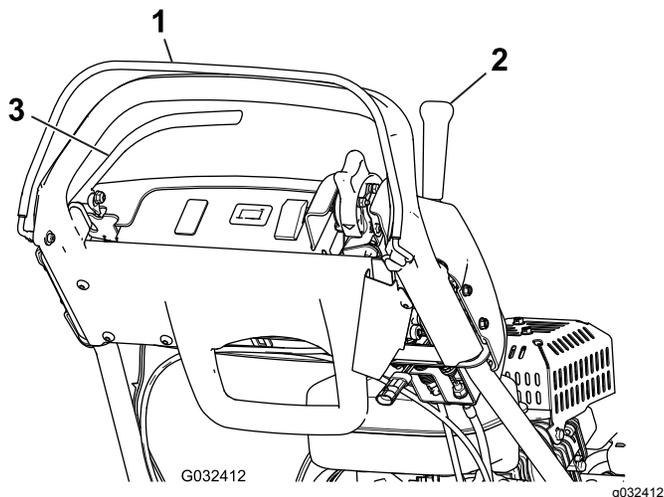

图31
3. 放开操作员到位控制装置后尝试接合牵引杆图31。牵引杆应该不能接合。如果牵引杆能够接合则需要对联锁系统进行维修。请在操作之前解决该问题请参阅 维护牵引联锁开关 \(页码 26\)。
4. 压下操作员到位控制装置并接合牵引杆然后松开操作员到位控制装置图31。牵引杆应脱离。如果牵引杆不能分离则需要对联锁系统进行维修。请在操作之前解决该问题请参阅 维护牵引联锁开关 \(页码 26\)。
5. 压下操作员到位控制装置并将换挡控制杆移至左侧接合牵引和滚刀驱动装置然后松开操作员到位控制装置图31。牵引杆应脱离。如果牵引杆不能分离则需要对联锁系统进行维修。请在操作之前解决该问题。请参阅 维护牵引联锁开关 \(页码 26\) 或 调整滚刀控制装置 \(页码 29\)。
6. 压下操作员到位控制装置并将换挡控制杆移至左侧接合牵引和滚刀驱动装置将换挡控制杆移至右侧分离滚刀驱动装置图31。滚刀驱动装置应分离。如果滚刀驱动不能分离则需要对联锁系统进行维修。请在操作之前解决该问题。请参阅 调整滚刀控制装置 \(页码 29\)。
2. 压下操作员到位控制装置接合牵引杆并使发动机控制装置处于启动位置图31。尝试启动发动机。发动机不应启动。如果发动机启动则需要对联锁开关进行维修。请在操作之前解决该问题。请参阅 维护牵引联锁开关 \(页码 26\)。
2. 分离牵引杆接合刹车并使发动机控制装置处于启动位置图31尝试启动发动机。发动机应启动。如果发动机没有启动则需要对联锁开关进行维修。请在操作机器之前纠正该问题请参阅 维修刹车联锁开关 \(页码 27\)。
3. 发动机运行时接合脚踏刹车而非手刹压下操作员到位控制装置并接合牵引杆图31。发动机应慢慢减速但不应熄火。如果发动机快速关闭则需要对联锁开关进行维修。请在操作机器之前纠正该问题请参阅 维修刹车联锁开关 \(页码 27\)。
4. 发动机运行时接合手刹锁定装置按下操作员到位控制装置并接合牵引杆图31。发动机应关闭。如果发动机没有关闭则需要对联锁开关进行维修。请在操作之前解决该问题请参阅 维修刹车联锁开关 \(页码 27\)。